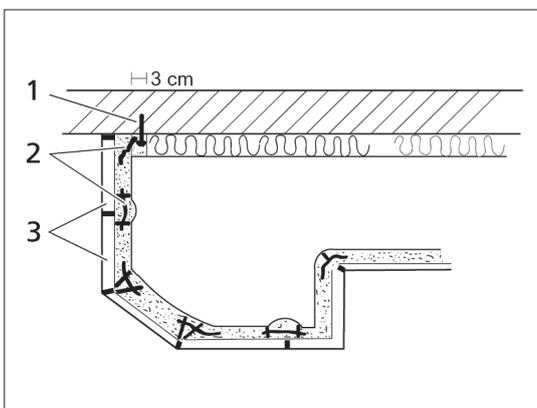

Bild 2-8 Wandanschluss, Drähte befestigen
- Verbinden Sie die Drähte im Bereich des Wandanschlusses durch Zusammendrehen mit den Stahlnägeln (vgl. Bild 2-8).